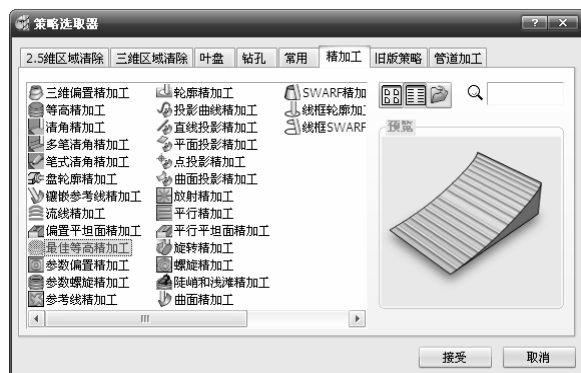

图 5-93 “策略选取器”对话框
1) 单击主工具栏上的“刀具路径策略”按钮, 弹出“策略选取器”对话框, 单击“精加工”选项卡, 在弹出的精加工策略选项中选择“最佳等高精加工”加工策略, 如图 5-93 所示。单击“接受”按钮完成。